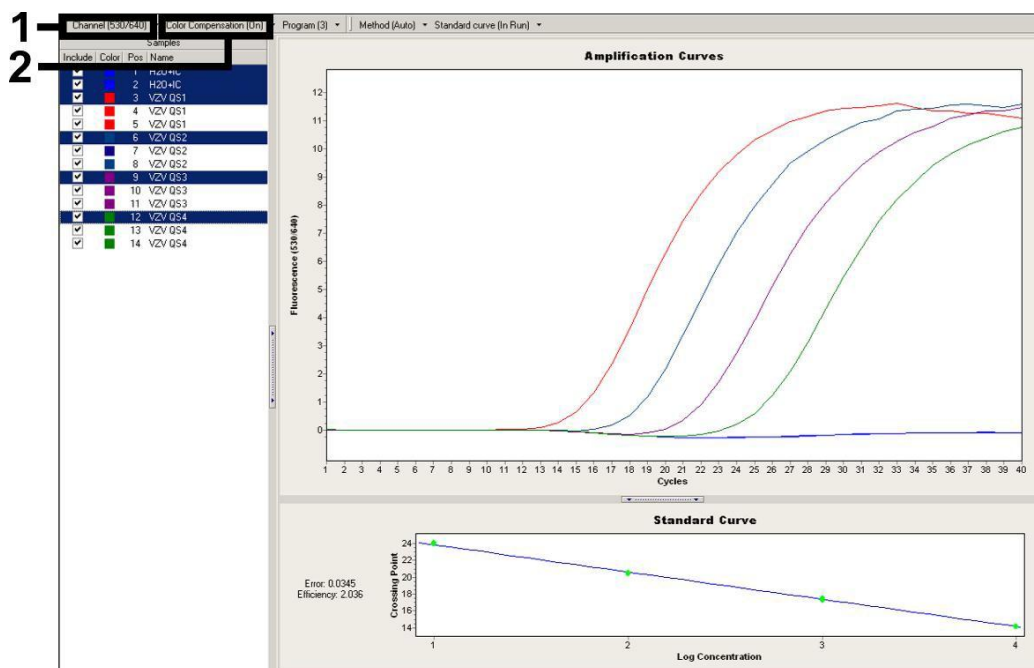

Fig. 11: Activación del *Color Compensation File* y selección del canal de fluorescencia.
Para el análisis de los datos de la PCR, por favor proceda como se muestra a continuación (véase la Fig. 11):
- El *LightCycler Software Version 4.0* contiene un archivo denominado *Color Compensation File* que compensa las interferencias que se producen entre los canales de fluorescencia. Abra este archivo durante o después del ensayo de PCR activando la opción *Color Comp (On/Off)* y a continuación el botón *Select Color Compensation* (véase la Fig. 11). Si no se encuentra instalado ningún *Color Compensation File*, créelo usted mismo, pero por favor siguiendo las instrucciones del *LightCycler Operator's Manual*.